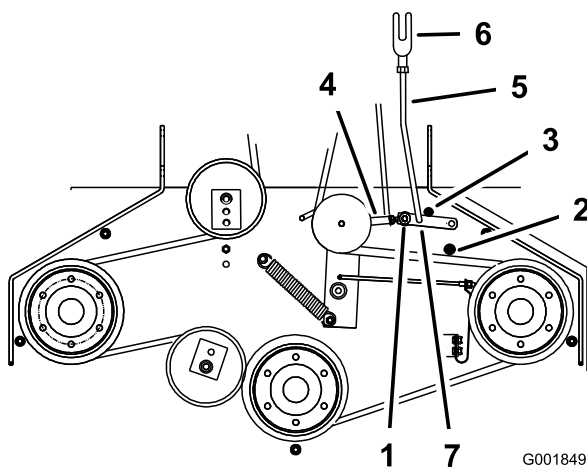

Figura 50
5. Certifique-se de que o braço de assistência está em contacto com o batente do braço de assistência traseiro na plataforma (Figura 50).
7. O braço de assistência deve estar em contacto com o batente do braço de assistência dianteiro na plataforma. Se não estiver em contacto, ajuste a manivela da correia para que fique mais perto da fixação (Figura 50).
8. Para ajustar a ligação do braço de assistência, retire o perno de gancho do braço de assistência (Figura 50).
11. Instale a ligação do braço de assistência no braço de assistência e prenda-a com o perno de gancho (Figura 50).